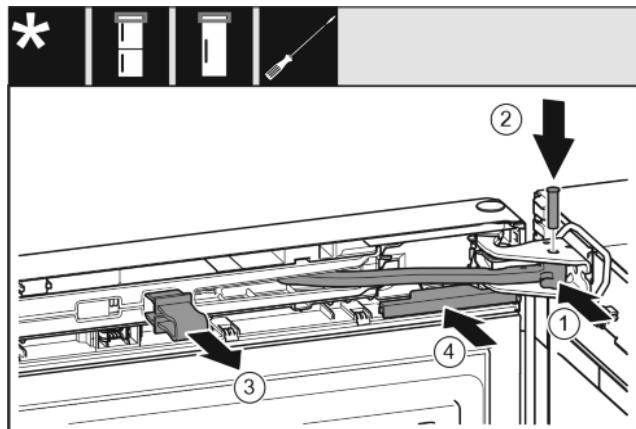

Fig. 39
- Gelenk in Lagerbock drehen. Fig. 39 (1)
- Bolzen in Lagerbock und Gelenk einsetzen. Dabei darauf achten, dass der Rastnocken korrekt in der Nut sitzt. Fig. 39 (2)
- Sicherung abnehmen. Fig. 39 (3)
- Abdeckung aufschieben. Fig. 39 (4)